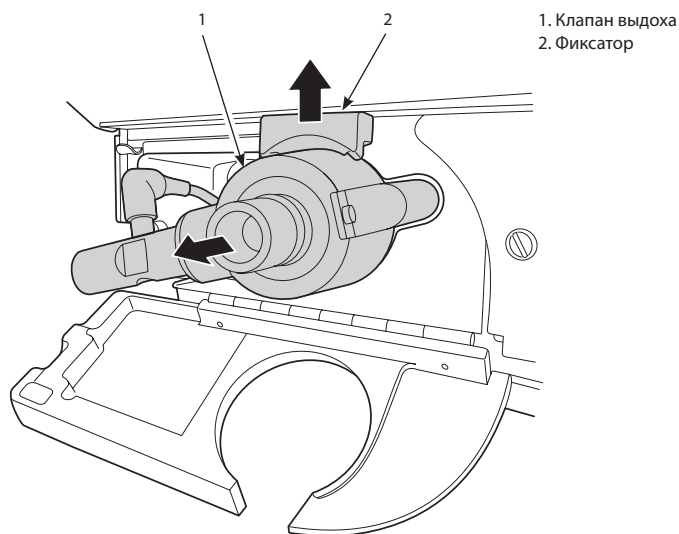

Рис. 6-5. Снятие клапана выдоха
2. Снимите клапан выдоха, открыв защелку наверху панели и вытащив клапан из аппарата ИВЛ. См. рис. 6-5.